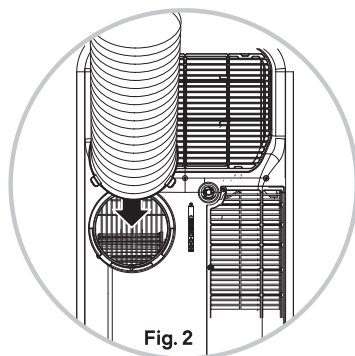

Fig. 2
4. Faça deslizar o conector de extração (13) para a saída de ar (9) na parte traseira da unidade. (Fig. 2)